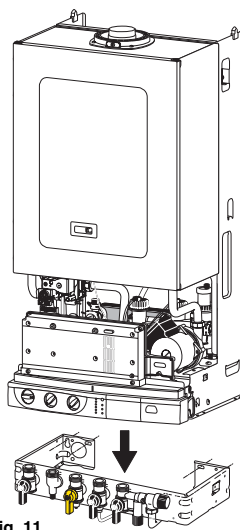

Fig. 11
- presentare la caldaia al di sopra della barretta rubinetteria, farla scendere mantenendola in appoggio sulla barretta (fig. 11), le staffe di aggancio sono destinate a evitare il capovolgimento della caldaia